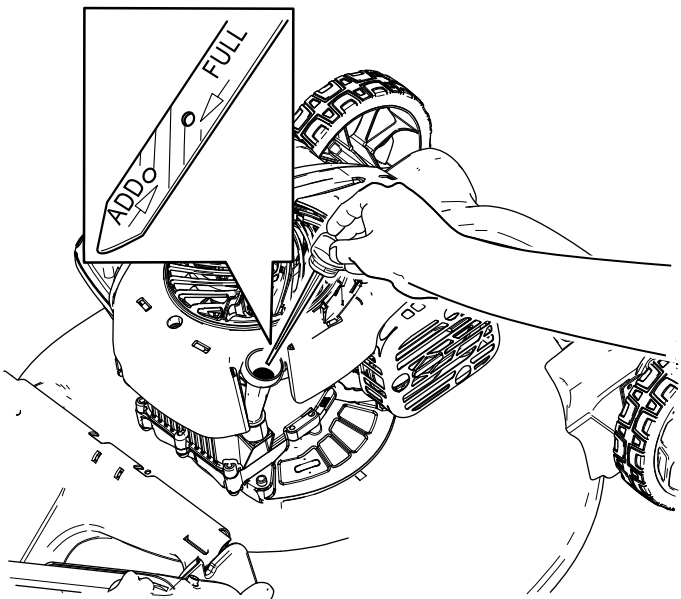

Figura 17
- 3. Retire la varilla girando el tapón en el sentido contrario a las agujas del reloj y tirando del mismo (Figura 17).
- 10. Observe el nivel de aceite en la varilla (Figura 17).